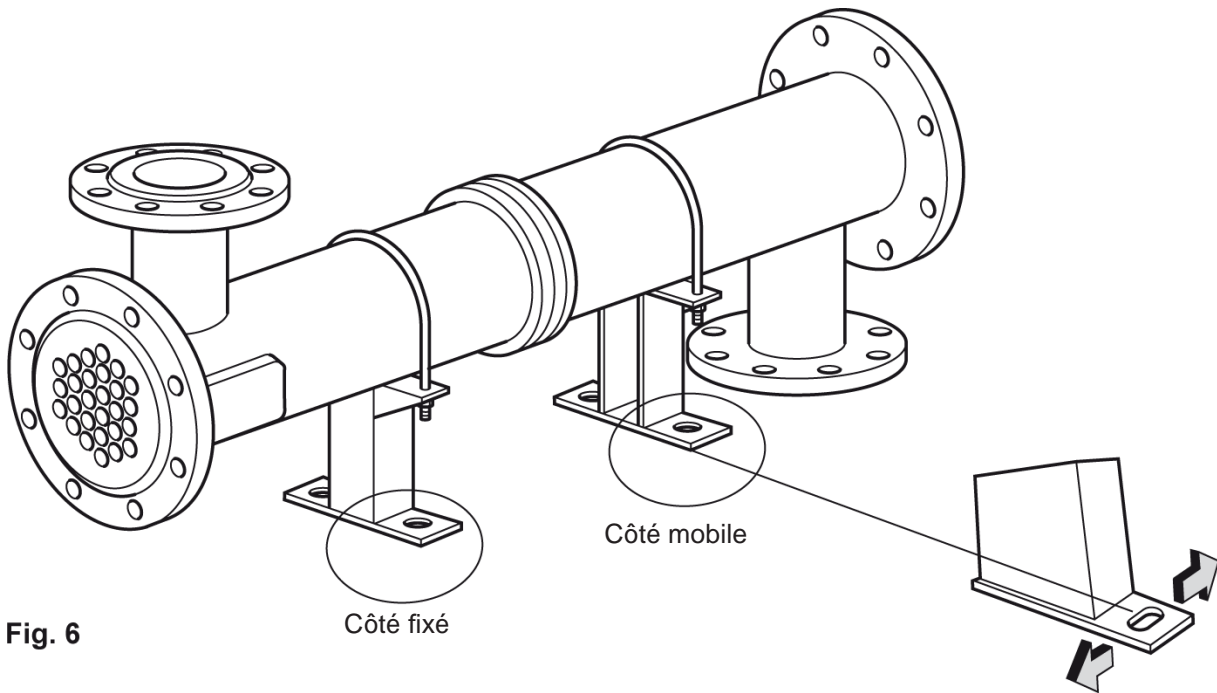

Fig. 6
4.7 Déposer les écrous de fixation de l'une des extrémités pour permettre la libre dilatation (Fig. 6).